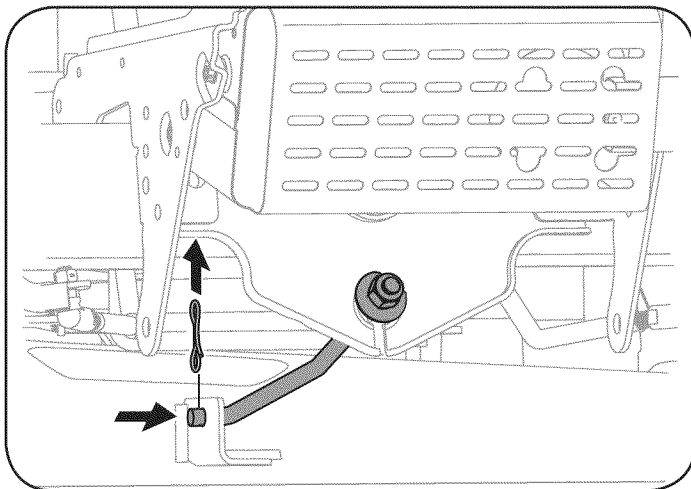

Figura 21
- Retire la pajarita chaveta para garantizar la barra estabilizadora de cubierta a cubierta. Deslice la barra de levantar la cubierta de la soldadura de montaje en la cubierta como se ve en la figura. 21.